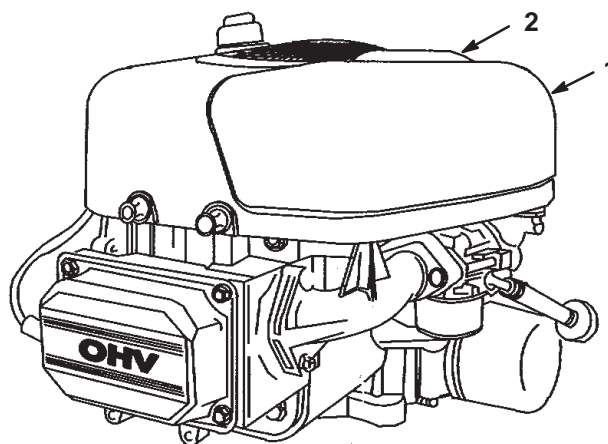

Bild 24
3. Reinigen Sie den Bereich um den Luftfilter herum, um zu verhindern, dass Schmutz in den Motor fällt und Schäden verursacht. Ziehen Sie den Griff an der Luftfilterabdeckung hoch und drehen Sie ihn in Richtung des Motors (Bild 24). Entfernen Sie die Luftfilterabdeckung.